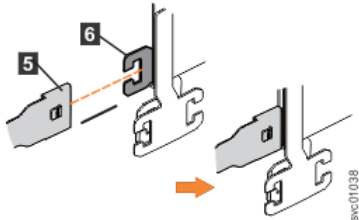

Figura 76. Prenda o conector do trilho de suporte do CMA superior no trilho de suporte direito
4. Prenda o conector do trilho de suporte no conjunto de CMA superior (5) à base do conector no trilho de suporte direito (6), conforme mostrado em Figura 76 na página 69.